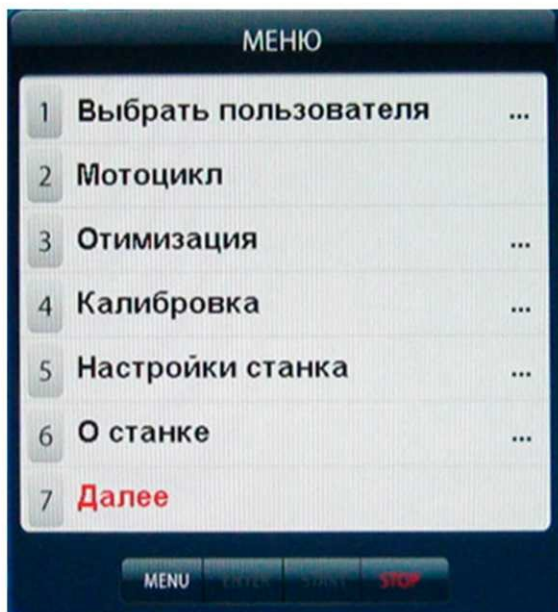
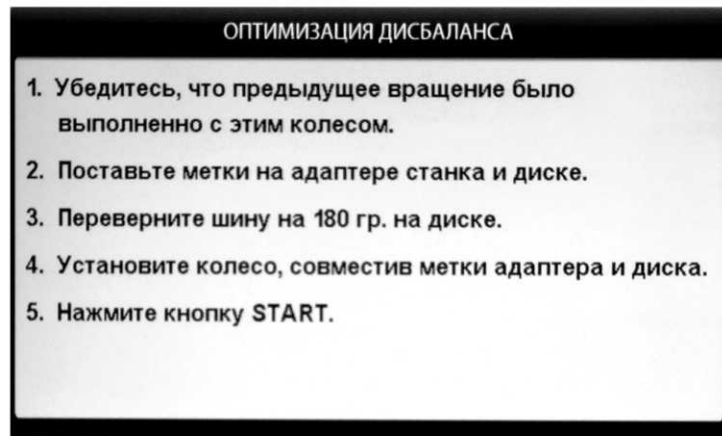
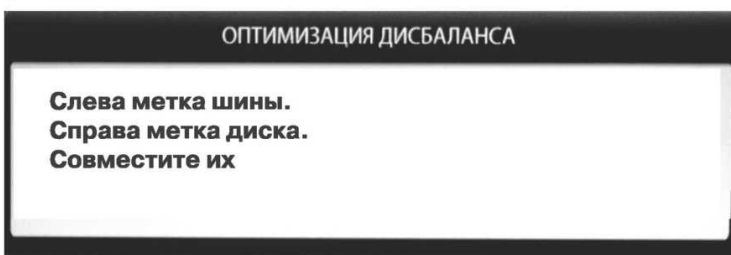
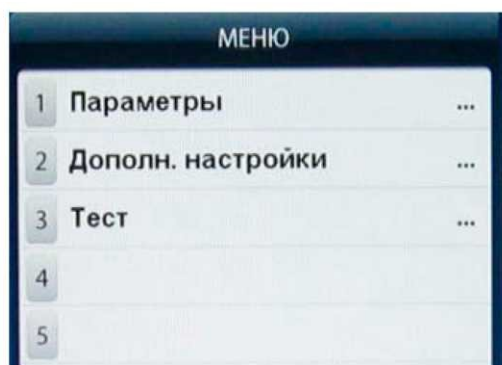

рис.15.1.
рис.15.2
рис.15.3
рис.16.1
15.2. Для входа в программу Opt нажмите кнопку «MENU» после чего на экране монитора появится окно (рис. 15.1). Далее выбрать программу «Оптимизация», нажав кнопку 3, после чего на экране монитора появится окно (рис. 15.2). Далее выполните операции согласно указаниям в окне (рис.15.2).
15.3. После выполнения п.5 в окне рис.15.2 на экране монитора появится окно (рис 15.3), а на индикаторах 1 отобразится величина статического дисбаланса колеса, а на индикаторах 4 - величина дисбаланса колеса, которую можно получить после завершения программы Opt. Поставьте метки на шине и диске согласно указаниям в окне рис.15.3.
16.2.1. Нажмите кнопку «MENU». На экране появится окно MENU (рис.15.1), нажмите кнопку 7 «Далее» на экране появится окно второй страницы MENU (рис.16.1). Выберите «Дополн. настройки», нажав кнопку 2, на экране откроется окно «Настройки станка» (рис.16.2). Нажмите кнопку 1 «Имена операторов» на экране откроется окно «Выбрать пользователя» со списком операторов, (рис.16.3).
Программное обеспечение СБ содержит целый ряд параметров, позволяющих максимально приспособить СБ к потребностям потребителя. Для настройки параметров нажмите кнопку «MENU» на экране монитора появится окно MENU (рис.15.1). Нажмите кнопку 5 «Настройки станка» на мониторе появится окно настроек (рис.17.1).